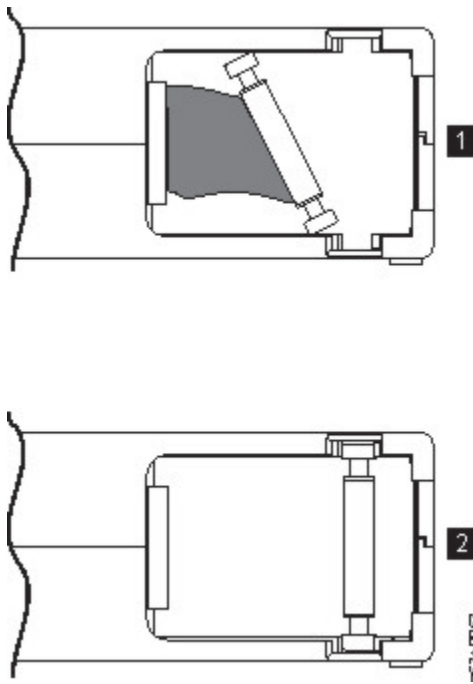

Figure 102. Leader pin in the incorrect and correct positions
- Vérifiez que l'amorce est correctement installée (voir **2** dans Figure 102, à la page 234).
- Ne faites pas tomber la cartouche. Si la cartouche tombe, faites glisser la porte de la cartouche vers l'arrière et assurez-vous que l'amorce est correctement placée dans les clips à ressort de retenue de la goupille. Voir **2** dans Figure 102, à la page 234. Si l'amorce se déloge, allez sur «Repositioning or reattaching a leader pin», à la page 233.
Improper placement of leader pin. See Figure 102 on page 234.
A leader pin that is improperly seated inside a cartridge interferes with the operation of the drive. Figure 102 on page 234 shows a leader pin in the incorrect **1** and correct **2** positions.